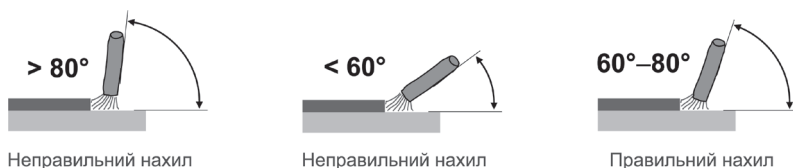

Рисунок 12. Кут розташування електрода із покриттям до деталі під час ручного дугового зварювання («ММА»).
1. Для отримання міцного зварювального з'єднання, крім правильного вибору зварювального струму, необхідно забезпечити правильне положення електрода до поверхні зварювання. Кут нахилу електрода бажано встановлювати у $60-80^\circ$ (див. рис. 12). Занадто великий кут нахилу електрода призведе до утворення пористого зварювального шва, а занадто малий — до утворення великої кількості бризок металу, й дуга стає нестійкою.